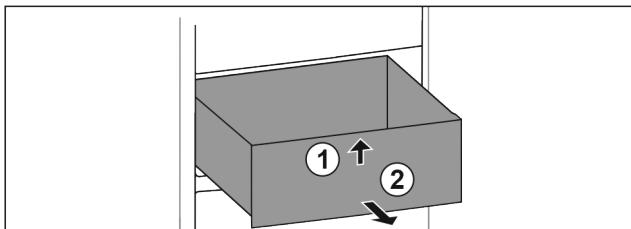

Fig. 16
- Повдигнете отпред Fig. 16 (1).
- Извадете напред Fig. 16 (2).